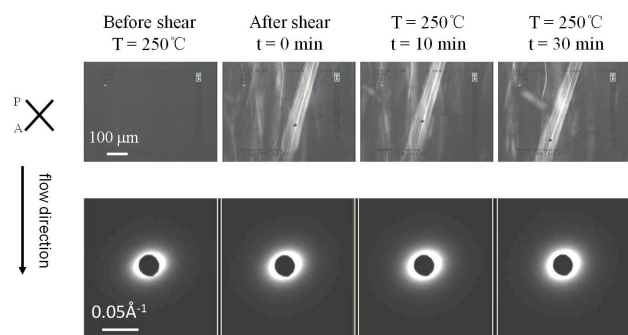

図 1 Time evolution of precursors at a shear temperature of 250°C and an annealing temperature of 250°C .
そこで、この前駆体の内部構造を調べるため、in-situ SAXS 測定を行った。図 1 にせん断流動を印加する前後およびアニール中の顕微鏡像 (上) と二次元 SAXS 像 (下) を示す。顕微鏡では前駆体が観察されたものの、SAXS 像にはせん断流動を印加する前後に変化が見られず、前駆
6. 図 1 枚